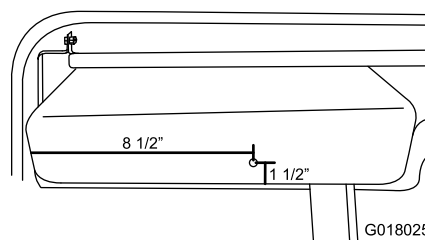

Figura 21
- Perfore un taladro ($\frac{5}{16}$ ") en la guantera a 216 mm desde la izquierda y 38 mm desde la parte inferior (Figura 21).